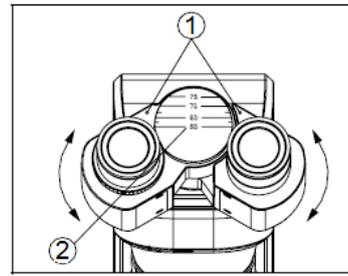

Fig. 2 Réglage de l'écart des yeux
Le point (1) indique sur la graduation (2) l'écart des yeux de l'observateur (Fig. 2).